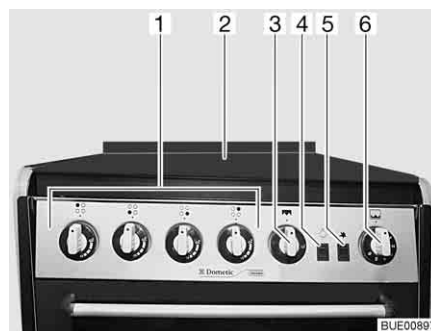

Fig. 190 Réchaud à gaz avec four et grill
- Ouvrir le couvercle du réchaud à gaz (Fig. 190,2).
- Tourner le bouton tournant (Fig. 190,1) du brûleur désiré en position d'allumage (grande flamme) et appuyer.
- Appuyer plusieurs fois sur le bouton d'allumage (Fig. 190,5) jusqu'à ce que la flamme se consume.
- ▷ L'interrupteur (Fig. 190,4) permet d'allumer et d'éteindre la lumière dans le four.
- Appuyer légèrement sur le bouton tournant (Fig. 190,3) et tourner en position d'allumage (grande flamme).
- Appuyer sur le bouton d'allumage (Fig. 190,5) jusqu'à ce que la flamme se consume.
- Appuyer légèrement sur le bouton tournant (Fig. 190,6) et tourner en position d'allumage entre 1 et 6.